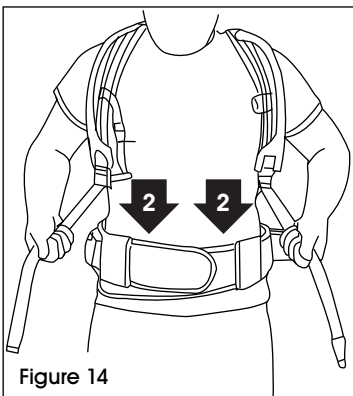

Figure 14
- Tirez les extrémités des bretelles jusqu'à ce que le harnais supérieur touche les omoplates. La majorité du poids de l'appareil devrait reposer sur les hanches. Vous devriez pouvoir glisser facilement votre doigt entre les bretelles et l'épaule. Resserrer la ceinture si nécessaire. (Voir Figure 14)